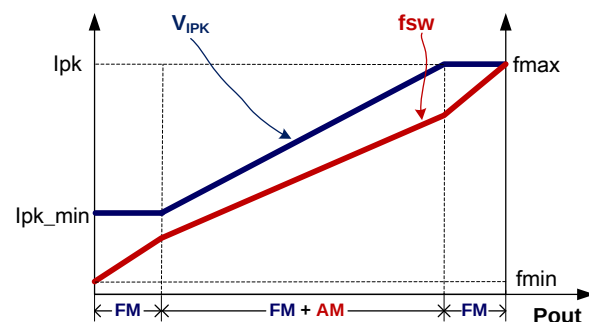

图 2
为满足系统平均效率和空载待机方面的严格要求，KP3116 采用了调幅控制 (AM) 和调频控制 (FM) 相结合的工作模式，如图 2 所示。